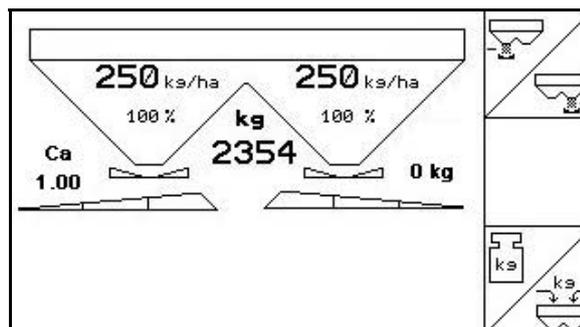

Fig. 25
**All'inizio dello spargimento, selezionare la Calibrazione on line nel menu Lavoro (Fig. 25).**